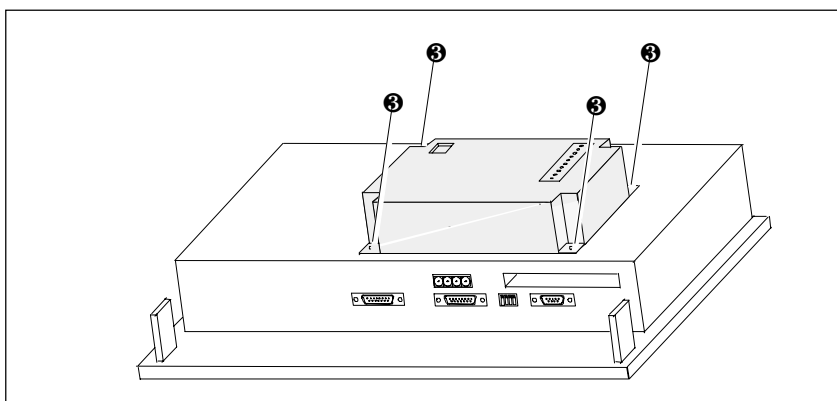

Рис. 18-8. Закрепление модуля клавиш непосредственного действия на **ОР** (пример **ОР27**)
4. Закрепите модуль клавиш непосредственного действия четырьмя прилагаемыми винтами  на **ОР** (см. рис. 18-8).